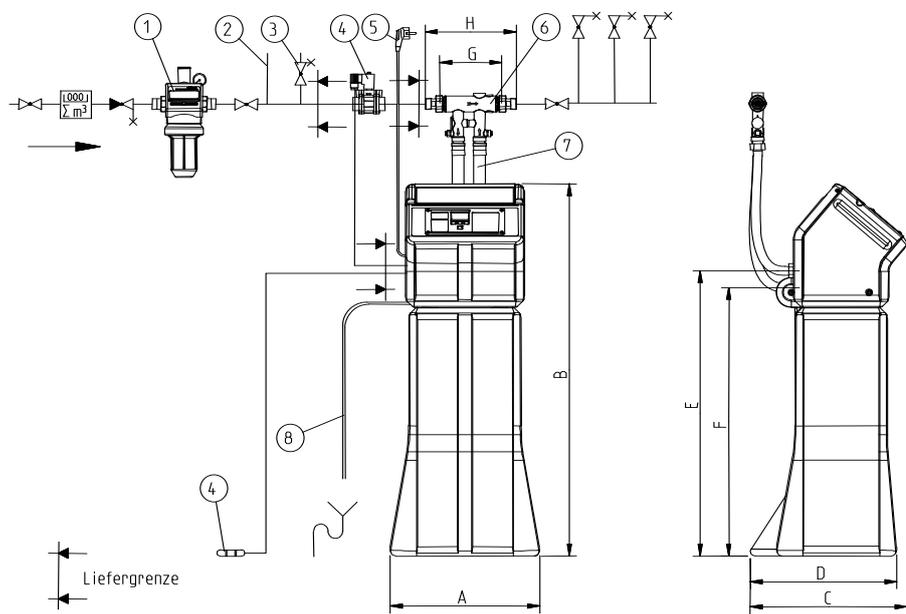

Abb. 2: Installationszeichnung
Warnung! Bei Stromausfall schließt der Wasserstopp automatisch. Wichtige Einrichtungen, die auch in diesem Fall mit Wasser versorgt werden müssen z.B. thermische Sicherheitseinrichtungen, müssen vor dem Wasserstopp abgezweigt werden (Siehe Abb. 2). Bei Spannungswiederkehr öffnet der Wasserstopp wieder.
1. Wasserstopp-Magnetventil in Versorgungsleitung einbauen (Siehe Abb. 2). Die Einbaulage ist beliebig (bevorzugt Spule oben).